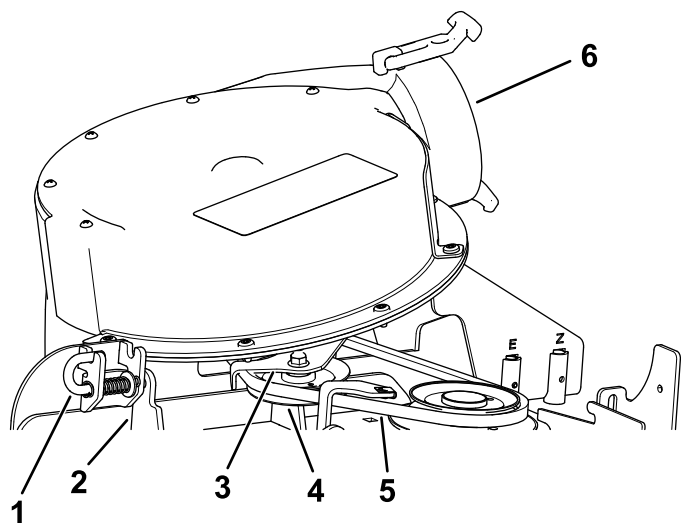

図 20
4. ラッチピンをロック位置から開放位置にする 図 20。
5. ブロアアセンブリを閉じて、ラッチピンをシュートブラケットの穴に合わせる 図 20。